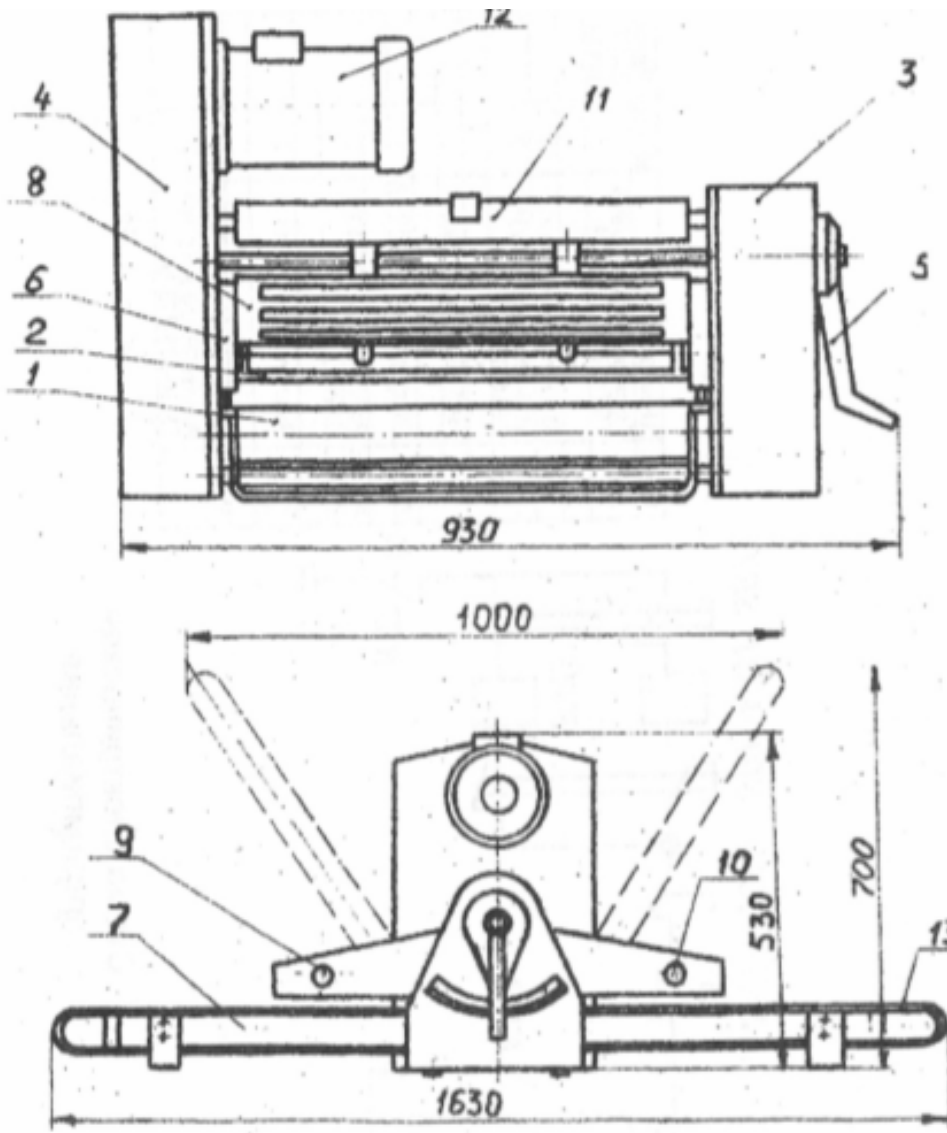

Рис.1 Машина кулинарная для раскатки теста
1. Засыпьте мукой ванночку 11 (см. рис. 1).